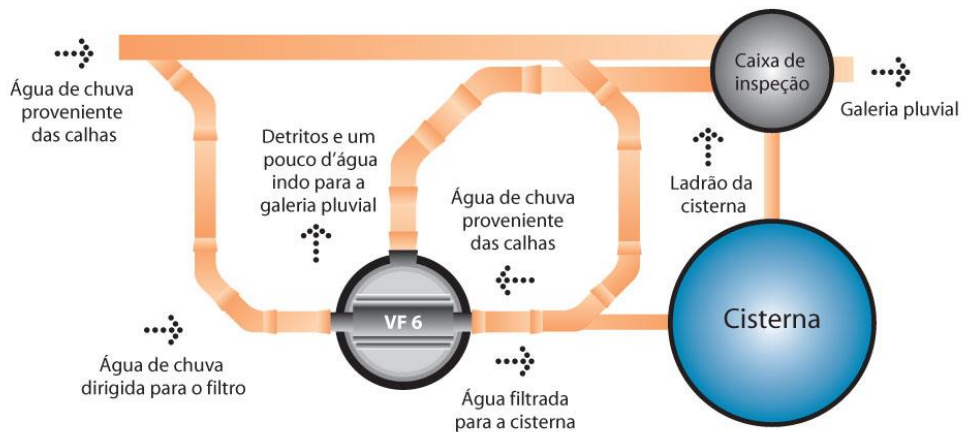

Figura 3
- 1) Os tubos que descem das calhas são conectados nas entradas da água bruta do filtro. Pode-se usar um lado somente, ou fazer a entrada pelos dois lados. A definição de usar um lado ou os dois, é em função da disposição dos canos que descem das calhas. (Figura 3)